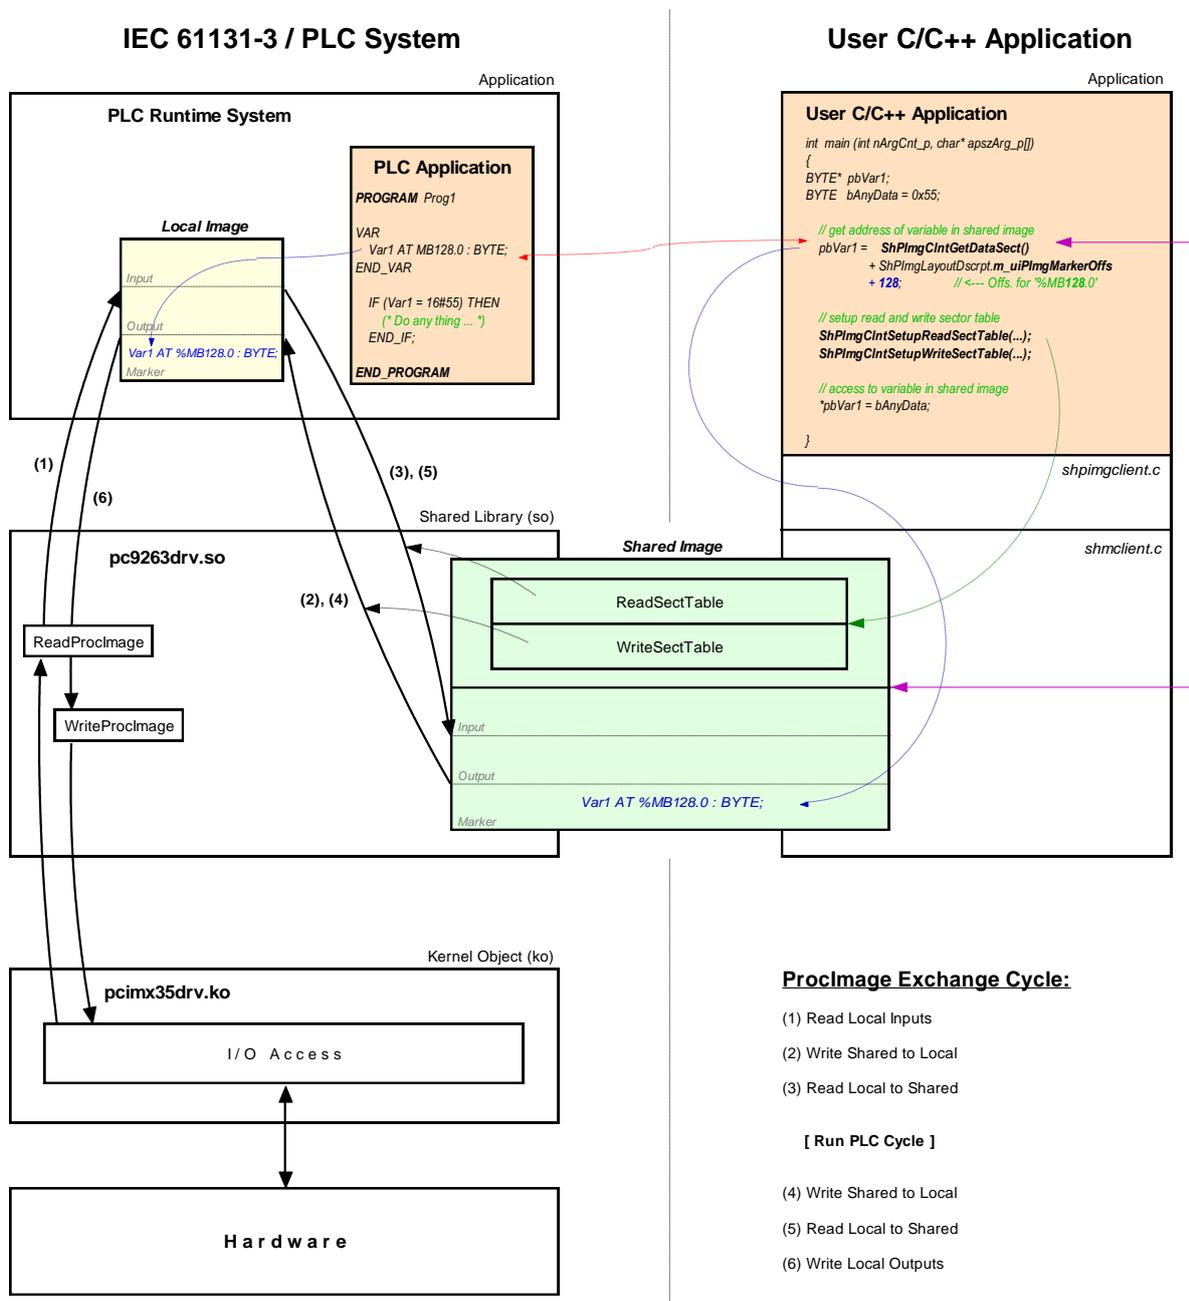

Bild 29: Übersicht Shared Prozessabbild
Für eine C/C++ Applikation sind alle Variablen über das Shared Prozessabbild nutzbar, die das SPS-Programm als direkt adressierte Variablen im Prozessabbild anlegt. Wie in Bild 29 dargestellt, werden für den Datenaustausch mit einer externen Applikation innerhalb des SPS-Laufzeitsystems zwei getrennte Prozessabbilder benutzt. Das ist notwendig, um die in der IEC 61131-3 festgelegte Forderung zu erfüllen, nach der sich das Eingangs-Prozessabbild einer SPS während der gesamten Ausführungszeit eines SPS-Programmzyklus nicht verändern darf. Das SPS-Programm operiert dabei stets mit dem internen, innerhalb des SPS-Laufzeitsystems lokal angelegten Prozessabbild ("Local Image" in Bild 29). Dieses ist durch das SPS-Laufzeitsystem gekapselt und somit vor direkten Zugriffen von außen geschützt. Die anwenderspezifische, externe C/C++ Applikation benutzt dagegen stets das Shared Prozessabbild ("Shared Image" in Bild 29). Durch die Aufspaltung in zwei getrennte Prozessabbilder wird zudem eine Entkopplung der Zugriffe zwischen SPS-Programm und externer Applikation erreicht. Eine Synchronisation der beiden parallel laufenden, unabhängigen Prozesse ist nur noch für die kurze Zeitspanne des Umkopierens der Prozessdaten notwendig.
Um den Datenaustausch mit externen Applikationen zu ermöglichen, muss die **Option "Share PLC process image"** in der SPS-Konfiguration aktiviert sein (siehe Abschnitt 7.4.1). Alternativ kann auch der Eintrag `"EnableSharing="` in der Sektion `"[Proclmg]"` innerhalb der Konfigurationsdatei `"/home/plc/bin/plccore-imx35.cfg"` direkt gesetzt werden (siehe Abschnitt 7.4.3). Die entsprechende Konfigurationseinstellung wird beim Starten der SPS-Firmware ausgewertet. Ist die Option `"Share PLC process image"` aktiviert, legt die SPS-Firmware ein zweites Prozessabbild als Shared Memory an ("Shared Image" in Bild 29), das explizit für den Datenaustausch mit externen Applikationen vorgesehen ist. Die SPS-Firmware agiert hier als Server, die externe, anwenderspezifische C/C++ Applikation übernimmt die Rolle des Clients.
Die zu lesenden und zu schreibenden Sektionen können alle Bereiche des gesamten Prozessabbildes umfassen, also sowohl Input-, Output- als auch Merkerbereich. Damit ist es für eine Client-Applikation beispielsweise auch möglich, in den Input-Bereich des SPS-Prozessabbildes zu schreiben und Daten aus dem Output-Bereich zu lesen. Die Reihenfolge der einzelnen Lese- und Schreiboperationen ist in Bild 29 dargestellt. So werden vor der Ausführung eines SPS-Programmzyklus zunächst die physikalischen Eingänge in das lokale Prozessabbild der SPS eingelesen (1), anschließend erfolgt die Übernahme der in der *WriteSectorTable* definierten Bereiche aus dem Shared Prozessabbild in das lokale Prozessabbild (2). Unter Ausnutzung dieser Reihenfolge ist es einer Client-Applikation z.B. auch möglich, den Wert eines physikalischen Eingangs zu überschreiben, was sich sowohl für Simulationszwecke ausnutzen lässt als auch zum Festsetzen von Eingangsdaten auf konstante Werte (`"Forcen"`). Analog dazu werden vor dem Schreiben des Prozessabbildes auf die physikalischen Ausgänge (6) zunächst wiederum die in der *WriteSectorTable* definierten Bereiche aus dem Shared Prozessabbild in das lokale Prozessabbild übernommen (4). Damit ist eine Client-Applikation gleichfalls in der Lage, auch die vom SPS-Programm generierten Ausgangsinformationen zu überschreiben.
Wie im Bild 29 dargestellt, benutzt eine anwenderspezifische C/C++ Applikation ausschließlich das vom *Shared Process Image Client* zur Verfügung gestellte API (Application Programming Interface). Dieses API ist im Headerfile *shpimgclient.h* deklariert und im Sourcefile *shpimgclient.c* implementiert. Es umfasst folgende Typen (teilweise auch in *shpimg.h* definiert) und Funktionen: